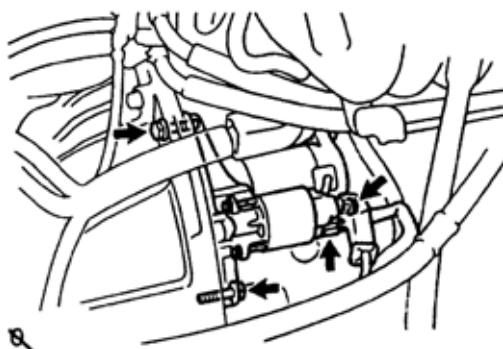

图 9-13
1) 拆下起动机总成。如图 9-13 所示，断开起动机连接器，拆下螺母，断开起动机电缆，拆下 2 个螺栓和起动机总成。